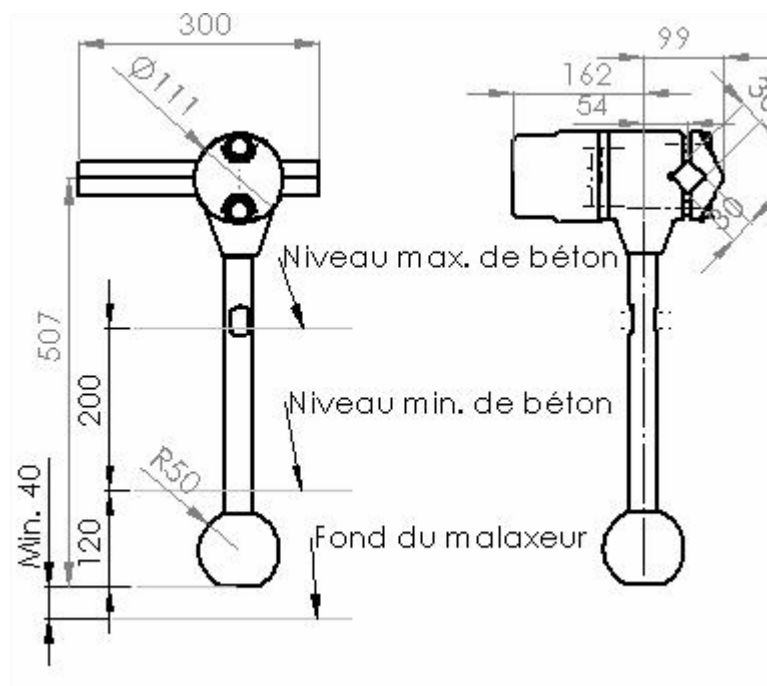

Fig. 3
**REMARQUE :** L'acier carré doit être posé sur le chant et à l'horizontale. Le positionnement au-dessus du fond du malaxeur est effectué conformément au croquis coté, fig. 3
**REMARQUE :** L'acier carré doit être posé sur le chant et à l'horizontale. Le positionnement au-dessus du fond du malaxeur est effectué conformément au croquis coté, fig. 3.